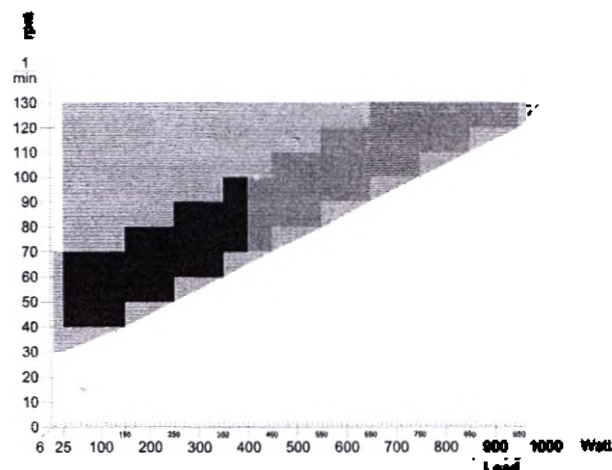

Рис. 10-1 Семейство характеристик диапазона управления крутящим моментом торможения
- 30–130 об./мин. (см. рис. 10-1).
- Индикатор нагрузки начинает мигать и в том случае, если скорость вращения педалей пациентом выходит за пределы, которые соответствуют семейству характеристик, показанному на рис. 10-1, поскольку в этом случае нагрузка будет меньше необходимой.